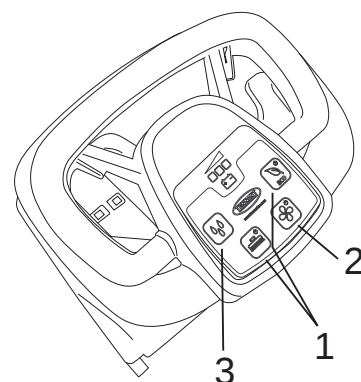

Fig.17
- Нажмите кнопку щетки или кнопку ECO (рис. 17 - поз. 1), помимо щетки будут активированы всасывание и подача раствора.
- Во время работы контролируйте качество мойки и регулируйте поток раствора при помощи кнопки подачи раствора (рис. 17 - поз. 3);
- Нажмите на кнопку щетки (рис. 17 - поз. 1).
- Выключите всасывание при помощи кнопки всасывания (рис. 17 - поз. 2).